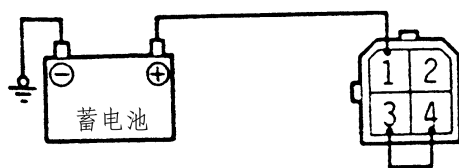

图 12-63 检查雨刷电机
(1) 检查雨刷电机。拆卸雨刷电机电线接头检查雨刷电机，此时雨刷电机应装在车身上。按图 12-63 所示将蓄电池接至电机上并检查电机的动作。将蓄电池接线移开使电机停止运转，按图 12-63 所示将蓄电池连接至雨刷电线接头上，在低速运转后检查雨刷是否停在自动停止位置。